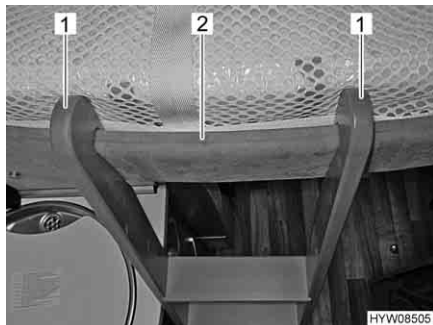

Fig. 70 Scaletta di accesso, agganciata
- Agganciare la scaletta di accesso con le due staffe (Fig. 70,1) nella barra di presa (Fig. 70,2) al letto basculante.
- Staccare la scaletta di accesso dalla barra di presa (Fig. 70,2) nel letto basculante.